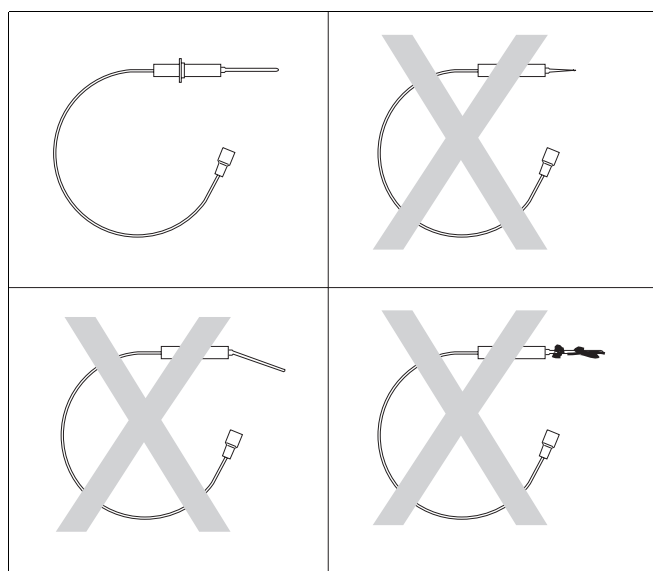

Рис. 110 Проверка ионизационного электрода
- Проверить ионизационный электрод (рис. 110) и накалимый зажигагеля на наличие загрязнений, износа или повреждений.